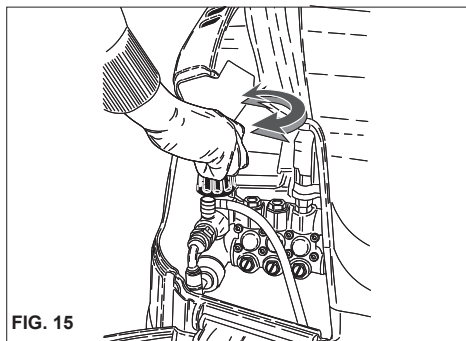

FIG. 15
Det här kapitlet innehåller bara de modeller som är försedda med tryckregulator. Med tryckregulatorn fig. 15, kan operatören ställa in arbetstrycket. Driftryck minskar då ratten C vrids motsols mot (B) (minimum).